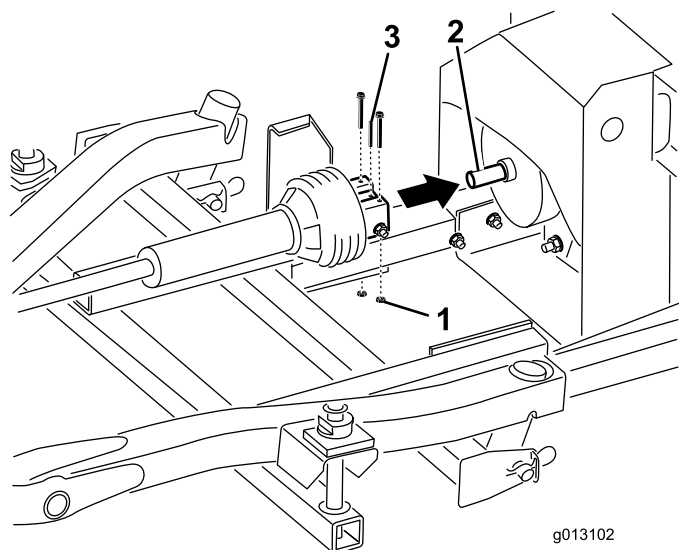

Figura 8
4. Instale el otro extremo del árbol de transmisión macho en la carcasa del soplador, fijándolo con un pasador cilíndrico, 2 pernos (5/16" x 1-1/2") y contratuercas (5/16") (Figura 8)